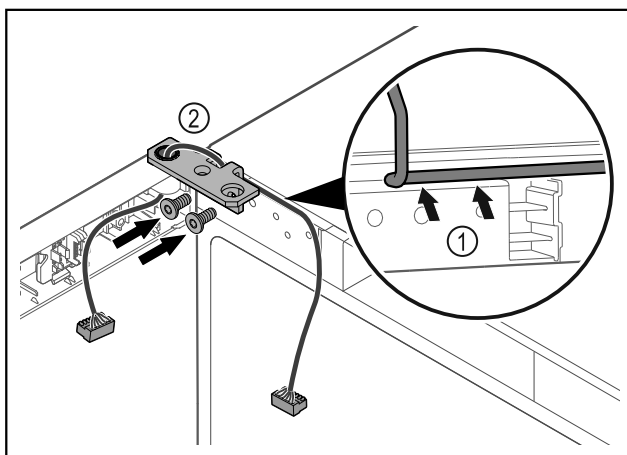

Fig. 42
- ▶ Provedite kabel kroz izrez na kutnoj šarci i oprezno ga položite Fig. 42 (1).
- ▶ Navrnite kutne šarke Fig. 42 (2).